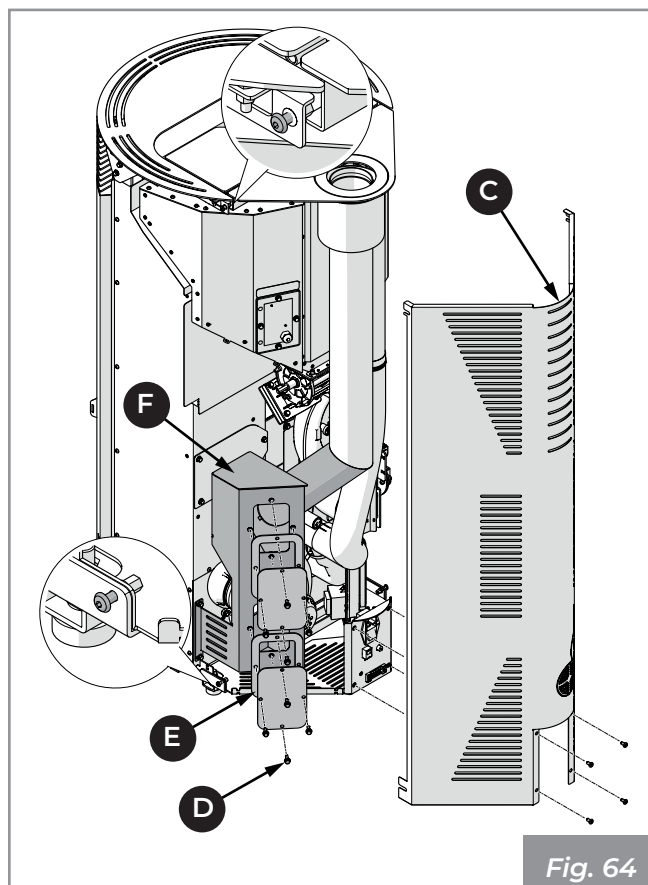

Fig. 64
- Démontez le panneau arrière du poêle (C) (Fig. 64).
- Dévissez les vis (D) et retirez les bouchons (E) pour accéder au collecteur de la fumée (F).